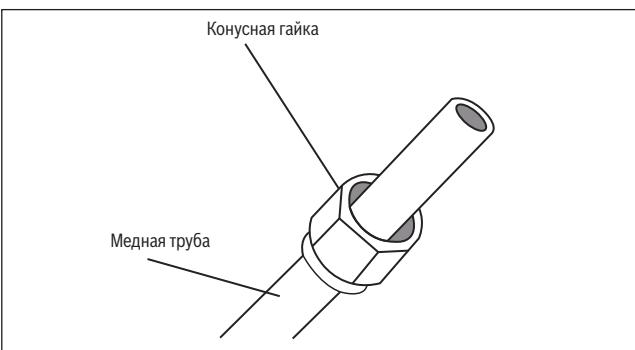

Рис. 29.
- Установить конусные гайки на обоих концах трубы. Необходимо убедиться, что они направлены в правильном направлении, так как надеть их повторно или изменить направление после конического расширения на конце трубы будет невозможно. См. **рис. 29.**